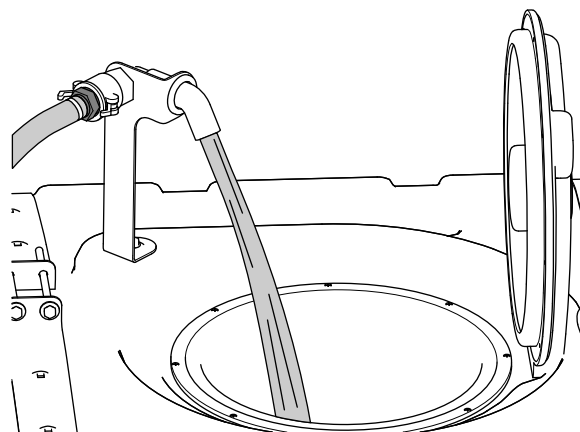

Figure 27
5. Ajoutez les 3/4 de l'eau nécessaire dans la cuve (Figure 27).